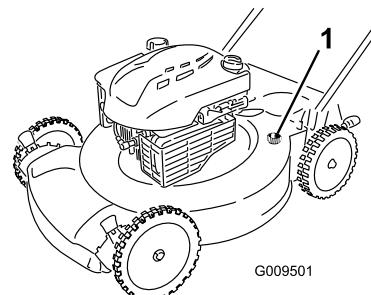

Рисунок 23
- Присоедините садовый шланг, подключенный к источнику воды, к отверстию для промывки в корпусе газонокосилки (Рисунок 23).